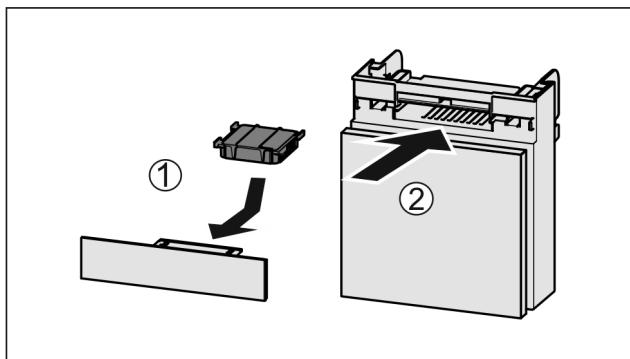

Fig. 87
- Umetnute filter s aktivnim ugljenom kao što je prikazano na slici Fig. 87 (1).
- Umetnute pretinac Fig. 87 (2).